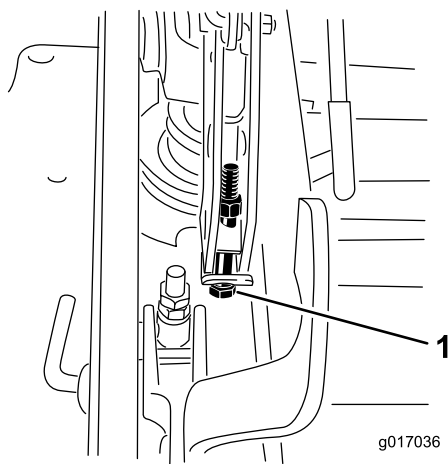

Figura 117
12. Se il piatto è troppo basso, serrate il bullone di regolazione da un punto unico ruotandolo in senso orario. Se il piatto è troppo alto, allentate il bullone di regolazione da un punto unico ruotandolo in senso antiorario (Figura 117).